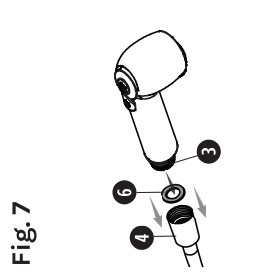

Fig. 7
- Insérez la **petite rondelle** dans l'écrou de flexible, vissez et serrez la **douchette à main** sur le **flexible de douchette** (voir la fig. 7).